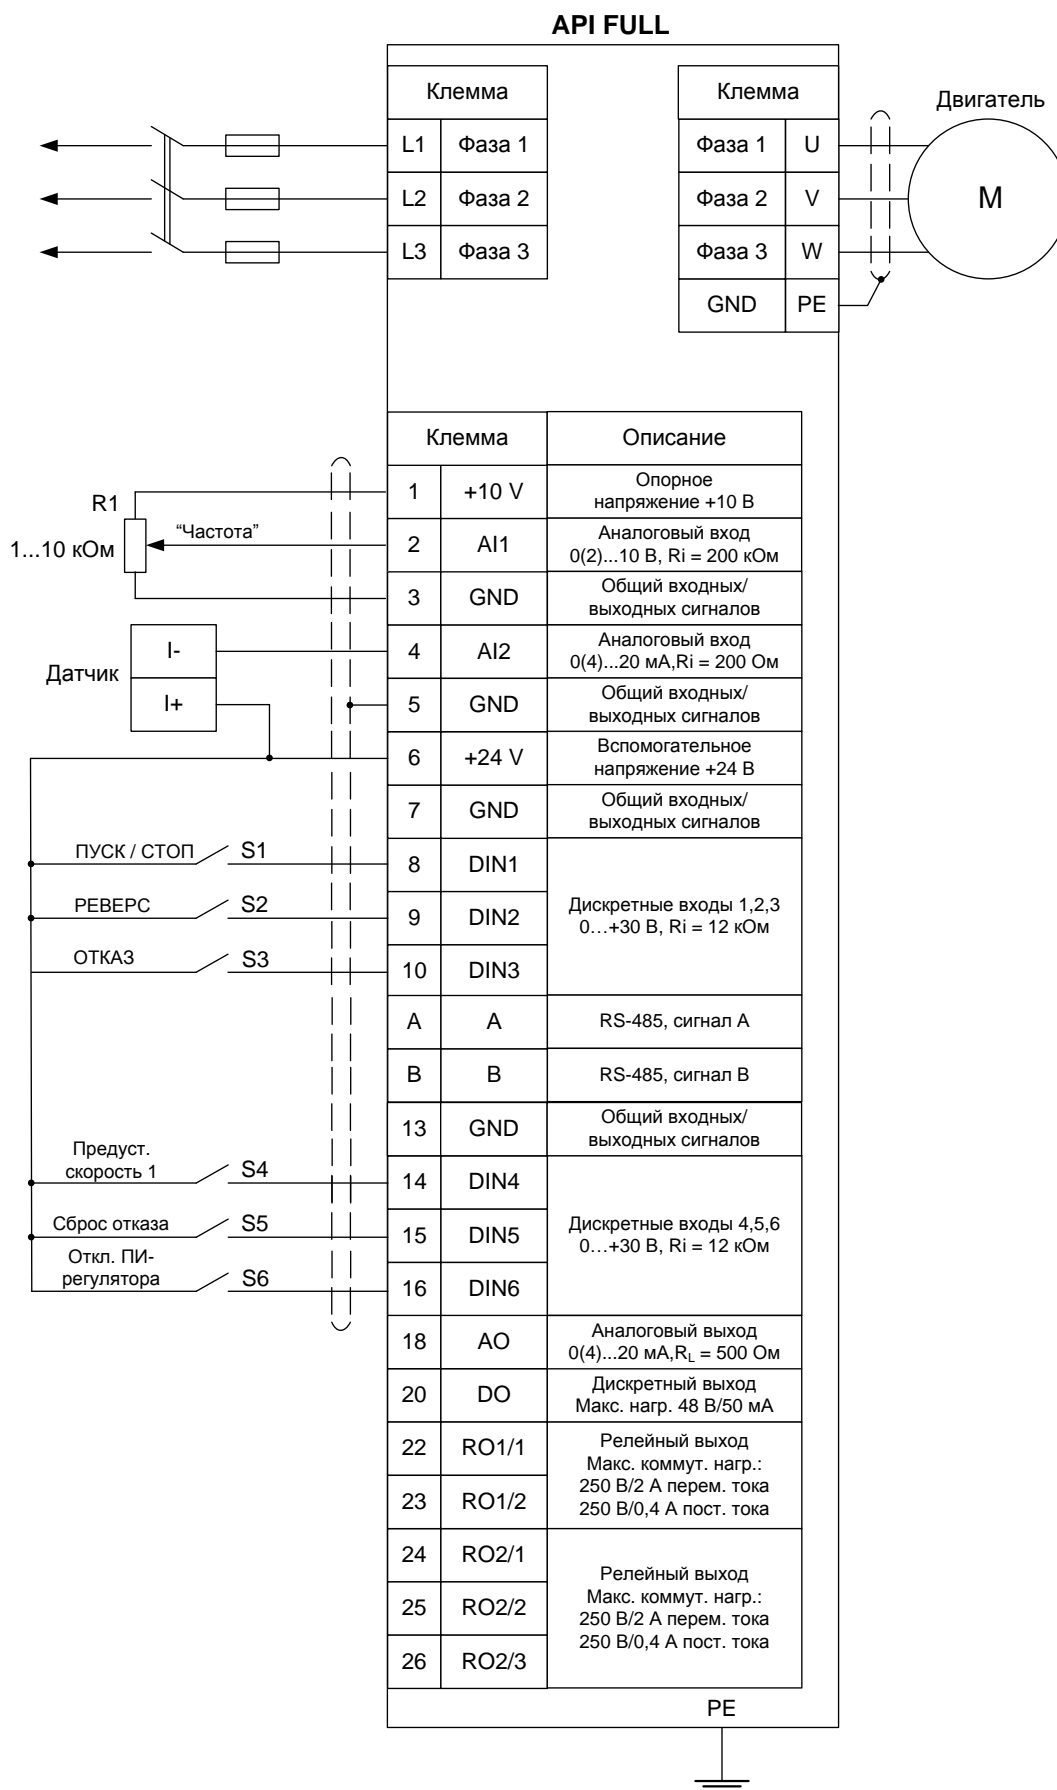

Рисунок 2 – Пример схемы подключения внешних цепей к Vacon 10 с интерфейсом API FULL
- Дискретные входы DI1...DI6 являются свободно программируемыми (см. рис.2 - 4).